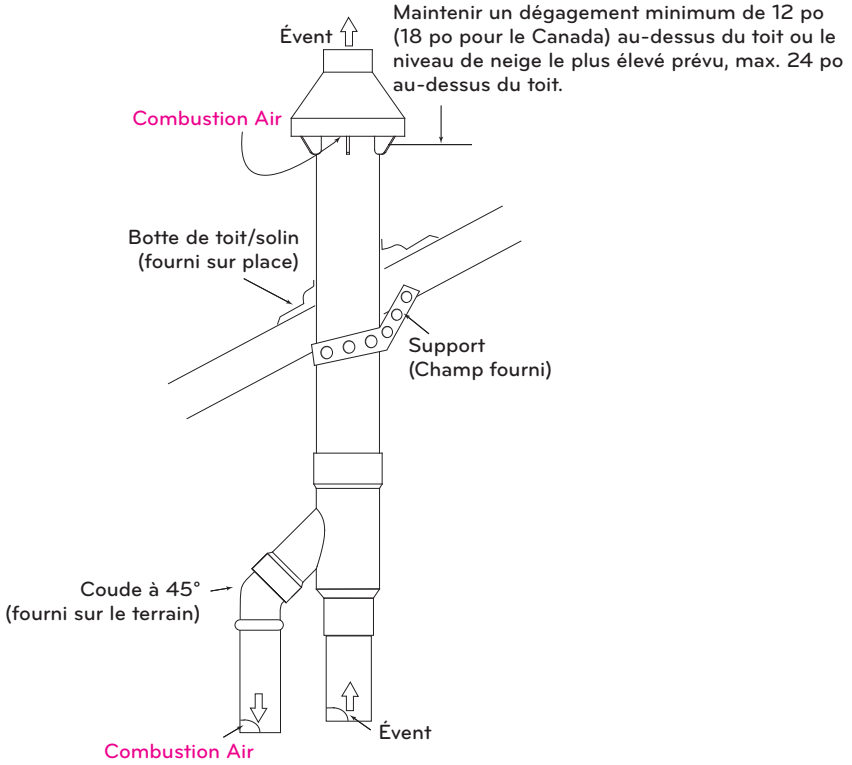

Fig.7-13 Installation du toit
- Installez un raccord concentrique en Y cimenté et un ensemble de tuyaux à travers le trou de la structure et le soufflet de toit / solin fourni sur place. Voir Fig.7-13).
N'étendez pas la dimension « D » de plus de 60 pouces. Voir Fig.7-13.